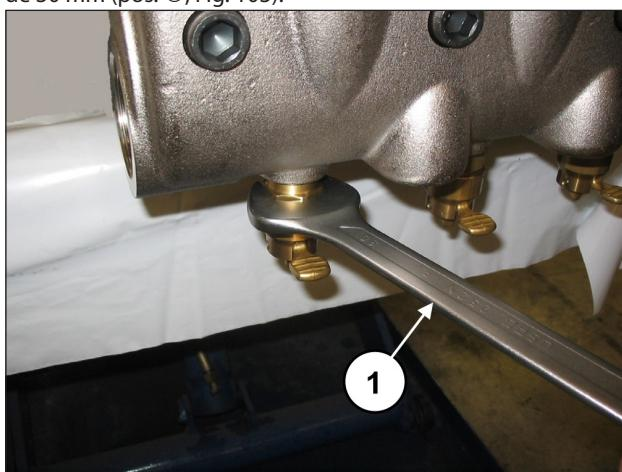

Fig. 103
Solte o dispositivo de abertura das válvulas mediante chave de 30 mm (pos. ①, Fig. 103).